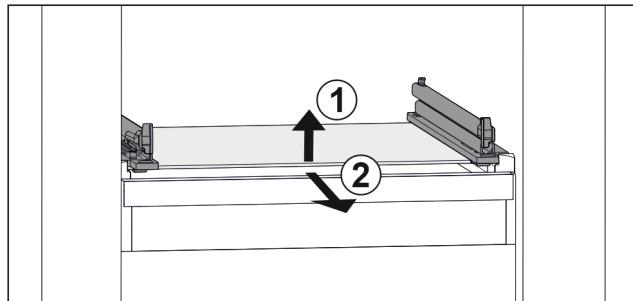

Fig. 81 Примерное отображение стеклянной пластины
- Приподнимите стеклянную пластину спереди. Fig. 81 (1)
- Извлеките стеклянную пластину движением вперед. Fig. 81 (2)